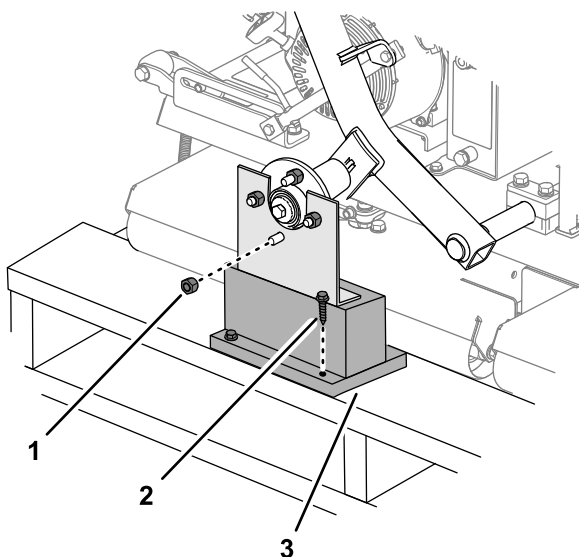

Рисунок 3
1. Снимите зажимные гайки, крепящие ступицы колес к транспортировочным кронштейнам (Рисунок 3).
2. Отверните другую зажимную гайку, накрученную на шпильку ступицы колеса (Рисунок 3).
3. Отверните глухари, крепящие транспортировочные кронштейны к поддону, и снимите кронштейн (Рисунок 3).